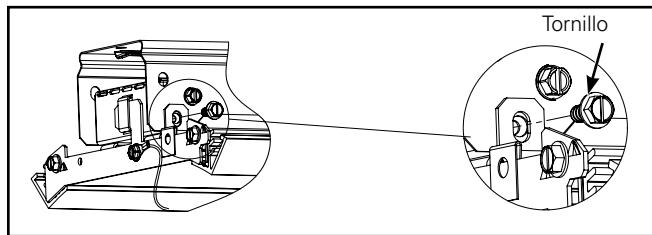

Figura 25.
7. Asegure el conjunto de la guía de onda al conjunto del canal con los tornillos suministrados. (Figura 25). (Solo un lado de la luminaria) (Use una broca larga o una herramienta de ángulo recto).